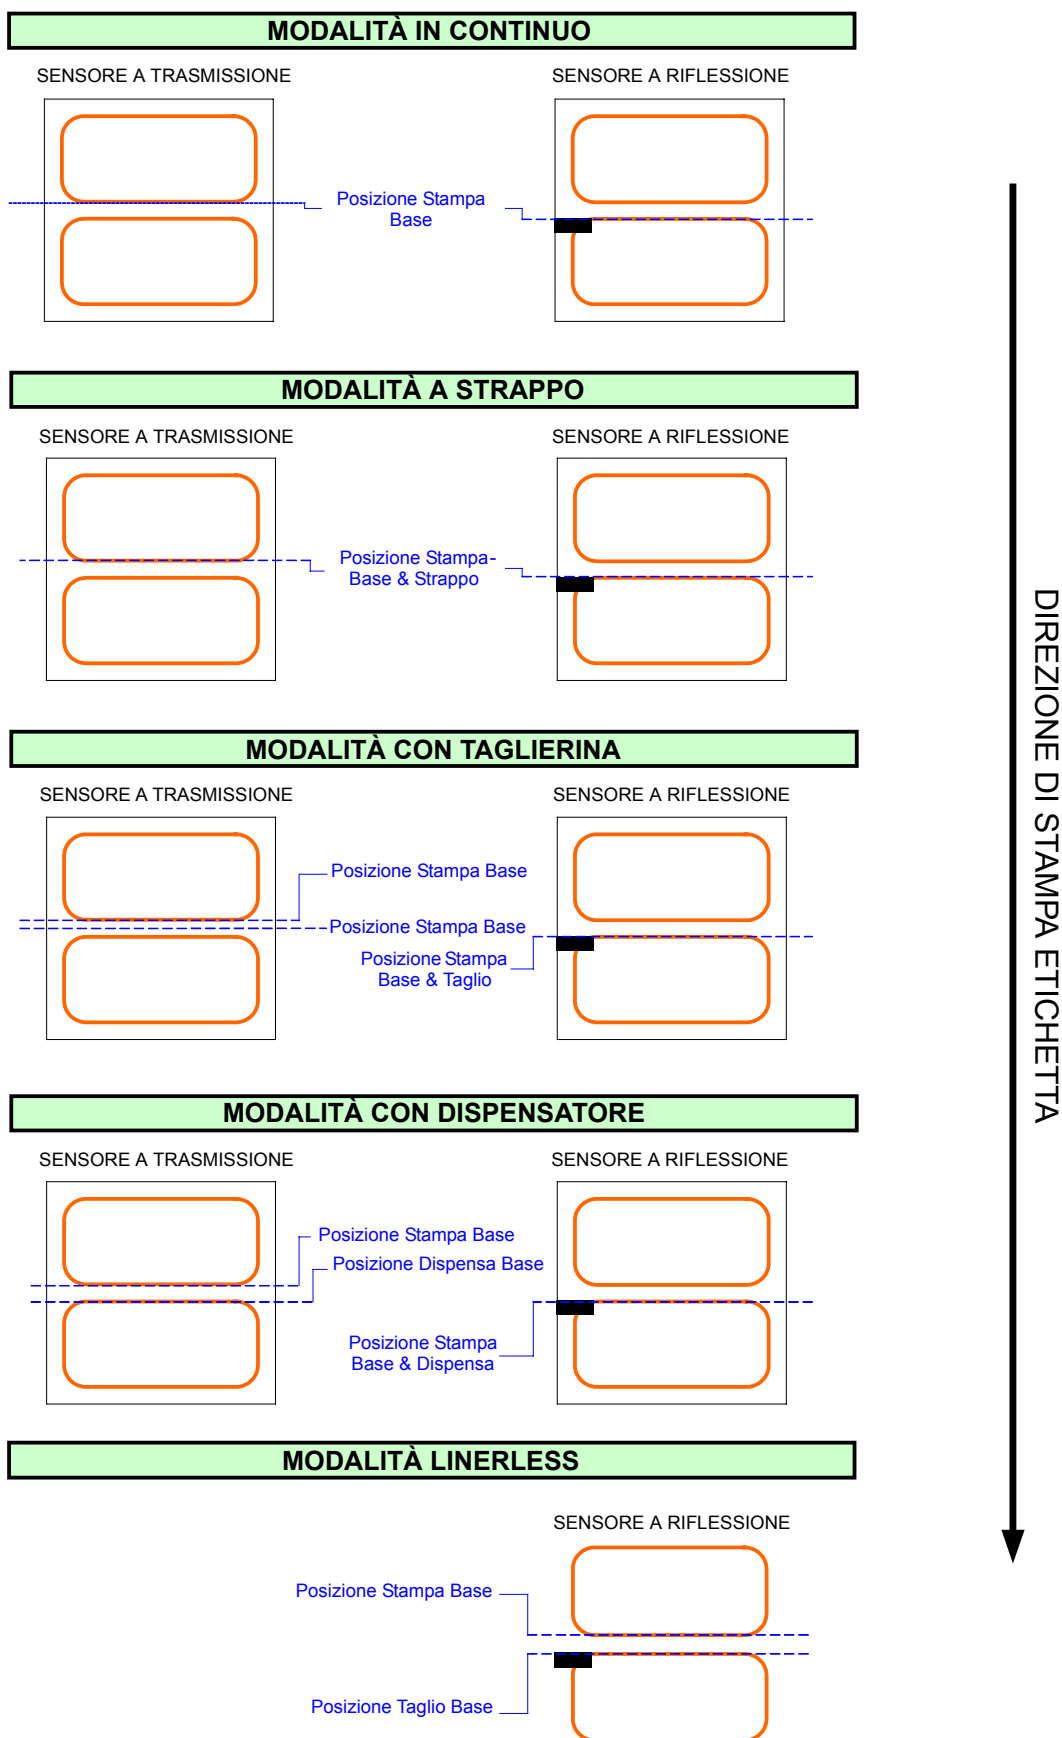

Figura 3-4, Posizione di Riferimento Etichetta
5. Inserire il materiale delle etichette attraverso il Gruppo Sensore, sopra il Rullo di Stampa. Vedere figura 3-4 per il percorso dell'etichetta.